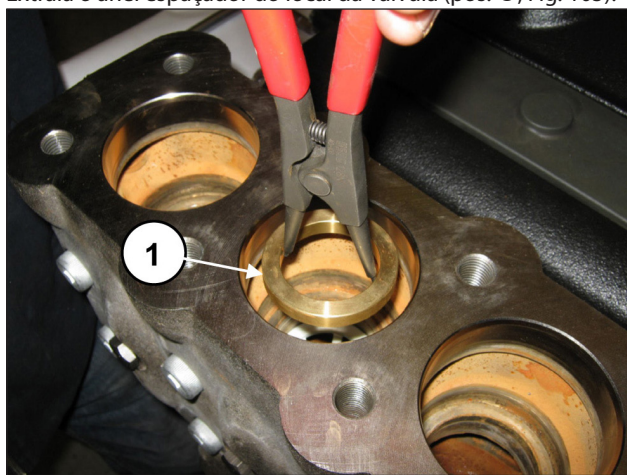

Fig. 105
Extraia o anel espaçador do local da válvula (pos. ①, Fig. 105).